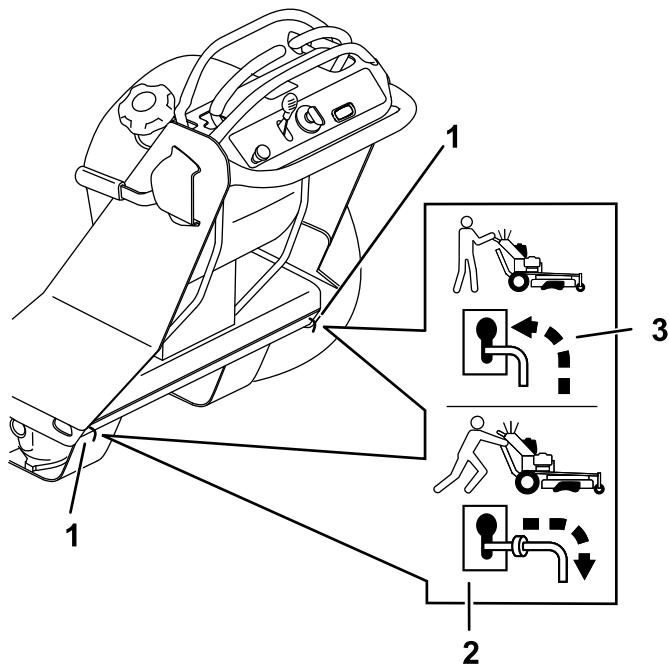

Figura 65
4. Mueva las dos palancas de desvío hacia atrás a través del orificio con forma de bocallave y hacia abajo para bloquearlas en esa posición (Figura 65).
7. Apague el motor y mueva las palancas de desvío hacia delante a través del orificio con forma de bocallave y hacia abajo para bloquearlas en esa posición (Figura 65).